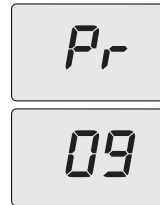

图 7.3
- 使用 4 或 5 (图 3.1) 键滚动通过各种参数, 直到 LCD 显示屏显示字母 Pr 和交替显示的参数值 09, 指示“参数 09”的输入项 (图 7.3)。
- 使用 4 或 5 (图 3.1) 键滚动通过各种参数, 直到 LCD 显示屏显示字母 Pr 和交替显示的参数值 09 (烟筒清扫), 指示“参数 09”的输入项 (图 7.3)。